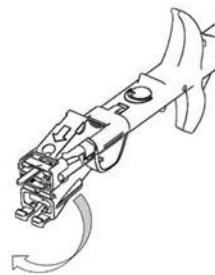

Рис. 4
6. Осторожно освободите форсунку картриджа от крючка. Убедитесь, что кончик форсунки не поврежден. Заворачивайте форсунку картриджа вверх на 180 градусов, пока она не встанет на свое место, как показано на рис. 4.